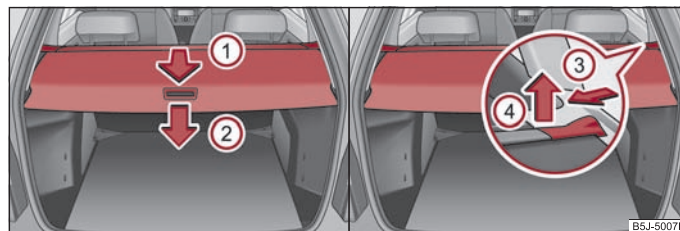

Abb. 60 Gepäckraum: aufrollbare Gepäckraumabdeckung / Herausnehmen der aufrollbaren Gepäckraumabdeckung
- Ziehen Sie die aufrollbare Gepäckraumabdeckung in Pfeilrichtung ① bis zum Anschlag in die gesicherte Stellung ⇒ Seite 66, Abb. 60.
- Zur Beförderung von sperrigem Gepäck lässt sich die aufrollbare Gepäckraumabdeckung ausbauen, indem Sie auf der Seite der Querstange in Richtung des Pfeils ③ drücken und mit der Bewegung in Richtung des Pfeils ④ herausnehmen ⇒ Seite 66, Abb. 60.